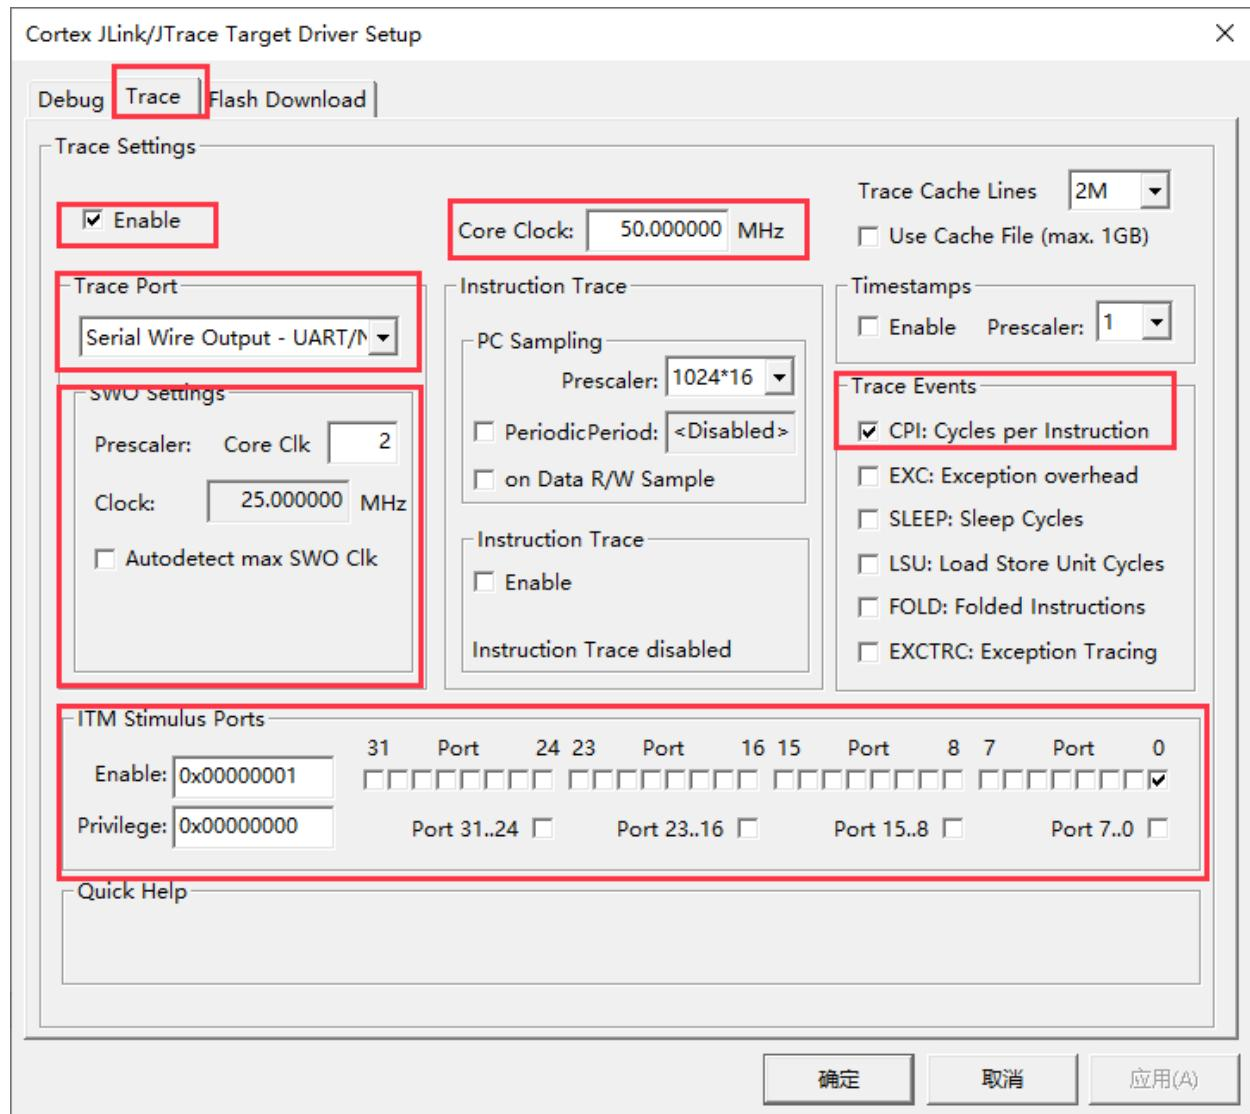

图 4-3 Trace 配置
- 在“Cortex JLink/JTrace Target Driver Setup”窗口的 Trace 页面，配置 Trace 相关信息，如图 4-3 所示。其中 Core Clock 为 TPIU 时钟频率，即 CPU 主频通过 CLK_SetTpiuClockDiv()分频后的时钟，参考样例中主频为 200 MHz，设置了 4 分频，因此 Core Clock 为 50 MHz。Trace Port 需选择 SWO 输出(Serial Wire Output - UART/NRZ)；SWO Settings 框中，SWO 支持的最大时钟为 30MHz，因此，此处设置 2 分频；Trace Events 可根据需求自行配置。ITM Stimulus Ports 默认使用 port0，也可更改软件实现 0~31 任意端口输出，这里不做赘述。